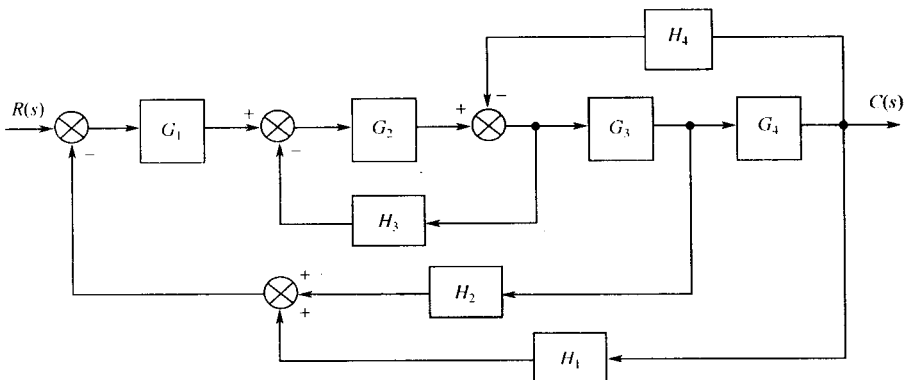

图 2-10 试题 2 框图
2. 求图 2-10 所示系统的 $\frac{C(s)}{R(s)}$ 。